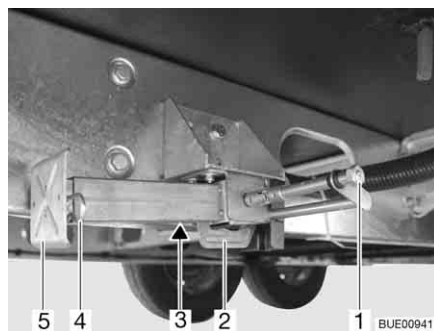

Bild 32 Hubstütze
- Am Sechskant (Bild 32,1) den Steckschlüssel aufstecken und drehen, bis die Hubstütze senkrecht nach unten steht.
- Wenn die Länge der Hubstütze verstellbar ist, den Splint (Bild 32,4) aus der Stützfußverlängerung (Bild 32,5) herausziehen.
- Am Sechskant (Bild 32,1) den Steckschlüssel aufstecken und drehen, bis die Hubstütze wieder vom Boden frei ist.
- Stützfußverlängerung (Bild 32,5) ganz einschieben und Splint (Bild 32,4) in die vorgesehene Bohrung an der Stützfußverlängerung stecken.
- Am Sechskant (Bild 32,1) drehen, bis die Hubstütze nach oben geschwenkt ist und die Führung (Bild 32,2) ganz am Ende des Schlitzes (Bild 32,3) ansteht.